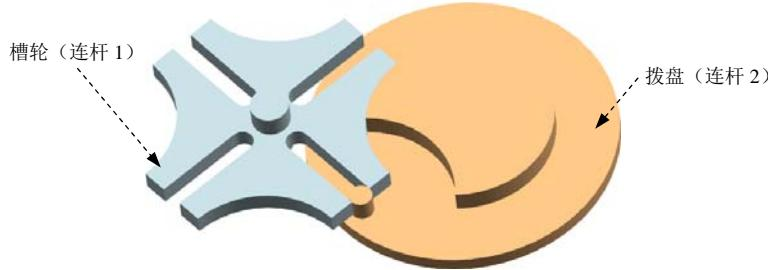

图 6.4.1 槽轮机构模型
下面以图6.4.1所示的槽轮机构为例，说明定义3D接触的一般操作过程。在该机构中，当拨盘上的圆柱没有进入槽轮的径向槽时，槽轮的内凹锁止弧面被拨盘上的外凸锁止弧面卡住，槽轮静止不动。当圆柱销进入槽轮的径向槽时，锁止弧面被松开，则圆柱销驱动槽轮转动。当拨盘上的圆柱销离开径向槽时，下一个锁止弧面又被卡住，槽轮又静止不动。由此将主动件的连续转动转换为从动槽轮的间歇运动。定义该机构时，需要定义拨盘和槽轮中的旋转副，并定义拨盘和槽轮之间的3D接触。
Step5. 定义连杆 1。选择下拉菜单  →  命令，系统弹出“连杆”对话框；选取图 6.4.1 所示的槽轮为连杆 1；在 **质量属性选项** 下拉列表中选择 **自动** 选项；在 **设置** 区域中取消选中  **固定连杆** 复选框；在 **名称** 文本框中采用默认的连杆名称“L001”；单击 **应用** 按钮，完成连杆 1 的定义。
Step6. 定义连杆 2。选取图 6.4.1 所示的拨盘为连杆 2；在 **质量属性选项** 下拉列表中选择 **自动** 选项；在 **设置** 区域中取消选中  **固定连杆** 复选框；在 **名称** 文本框中采用默认的连杆名称“L002”；单击 **确定** 按钮，完成连杆 2 的定义。